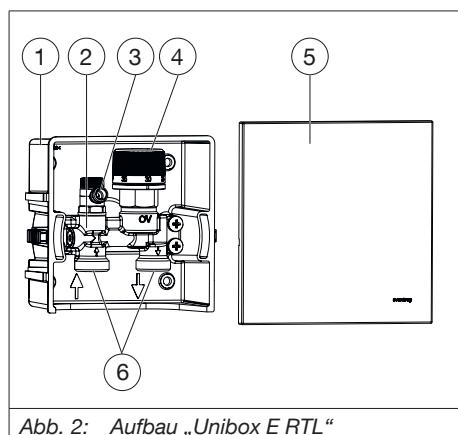

Abb. 2: Aufbau „Unibox E RTL“
Mit dem Handrad (siehe Abb. 2 (4)) können Sie die gewünschte Mediumtemperatur der Flächentemperierung einstellen. Der im Ventil integrierte Rücklauftemperaturbegrenzer führt die durchströmende Mediumtemperatur und dementsprechend öffnet bzw. schließt der Rücklauftemperaturbegrenzer das Ventil.